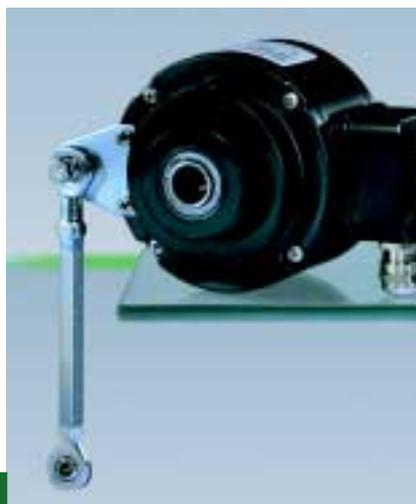

Bild 29: Die Drehmomentstütze sollte möglichst rechtwinklig montiert werden (HOG 10).
- HÜBNER Drehmomentstützen mit Kugelgelenken sind spannungsfrei möglichst **tangential** ( $90^\circ \pm 30^\circ$ ) zum Digital-Tacho zu montieren (↻ Bild 29).